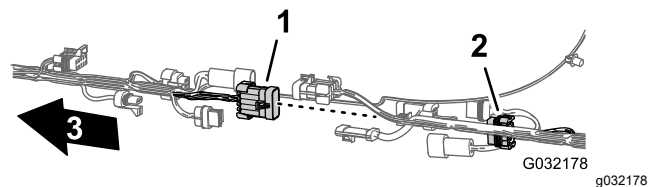

図 13
2. 図 8 図 13 に示すように、フロントとリアワイヤハーネスを接続している6組のコネクタの接続を外します。